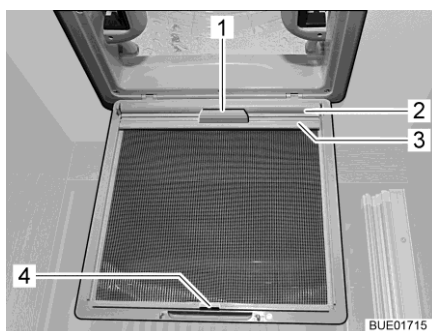

Fig. 27 Persiana oscurecedora enrollable (claraboya)
- Extraer la persiana oscurecedora enrollable (Fig. 27,2) por el tirador (Fig. 27,1) y enganchar el listón de sujeción (Fig. 27,3) en el gancho (Fig. 27,4) en la protección contra insectos.
- Desenganchar el listón de sujeción (Fig. 27,3) del gancho (Fig. 27,4) y regresar la persiana oscurecedora enrollable (Fig. 27,2) lentamente por el tirador (Fig. 27,1).